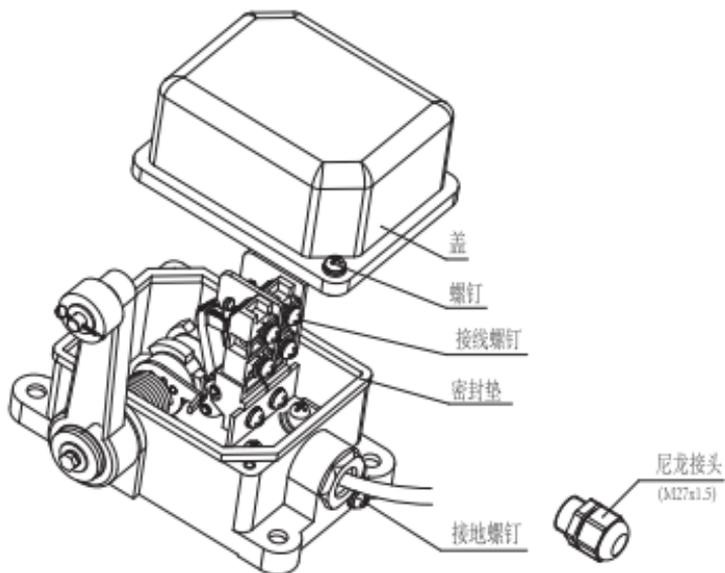
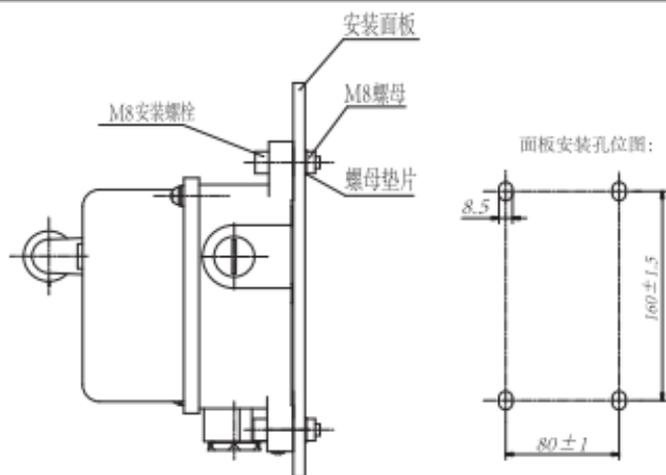

图2 布线示意图
图3 YBLX-33安装示意图
7.2.1 安装：松开盖螺钉→按图2接线→拧紧盖螺钉→按图3安装，M8安装螺栓拧紧力矩（3.5~4）N·m。